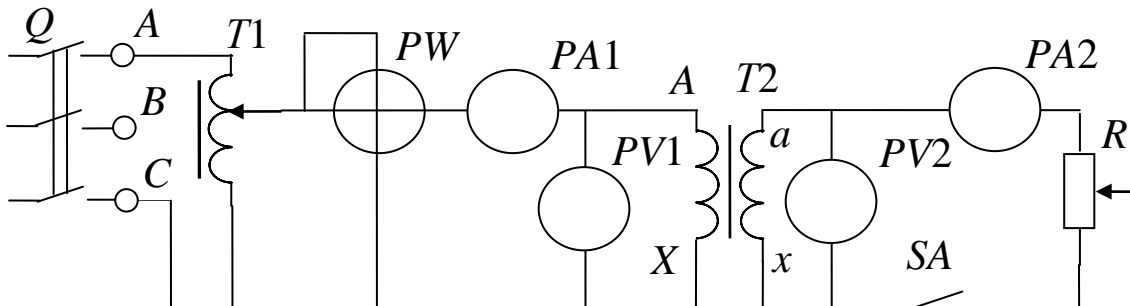

Рис. 1. Схема экспериментальной установки
Работа выполняется на стенде ЛЭС-5. В качестве однофазного трансформатора используется одна фаза трехфазного трансформатора $T2$ (см. рис. 1) со следующими параметрами: $S_{\text{ном}} = 50 \text{ ВА}$, $U_{1\text{ном}} / U_{2\text{x}} = 220 / 20 \text{ В}$, $f = 50 \text{ Гц}$. При этом можно использовать любую фазу, например, фазу A с обозначениями выводов первичной обмотки A и X , и вторичной – a и x .
5.4. Собрать электрическую схему (рис. 1), установив предварительно выключатели и регуляторы в исходное состояние. Для этого выключатели выключить, установить максимальное сопротивление реостата (скользящий контакт реостата установить в нижнее положение), регулятор автотрансформатора установить в положение до упора против часовой стрелки. Дать проверить схему лаборанту.